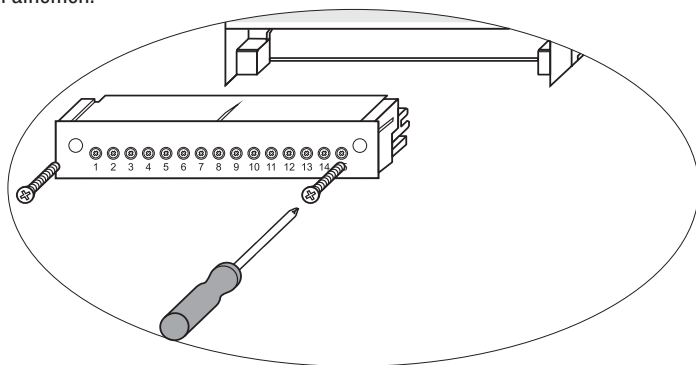

Fig. 12
- Onderste en bovenste klemmenstrook: rechts en links de bevestigingsschroeven losmaken en de klemmenstrook aftrekken. **Fig. 12**